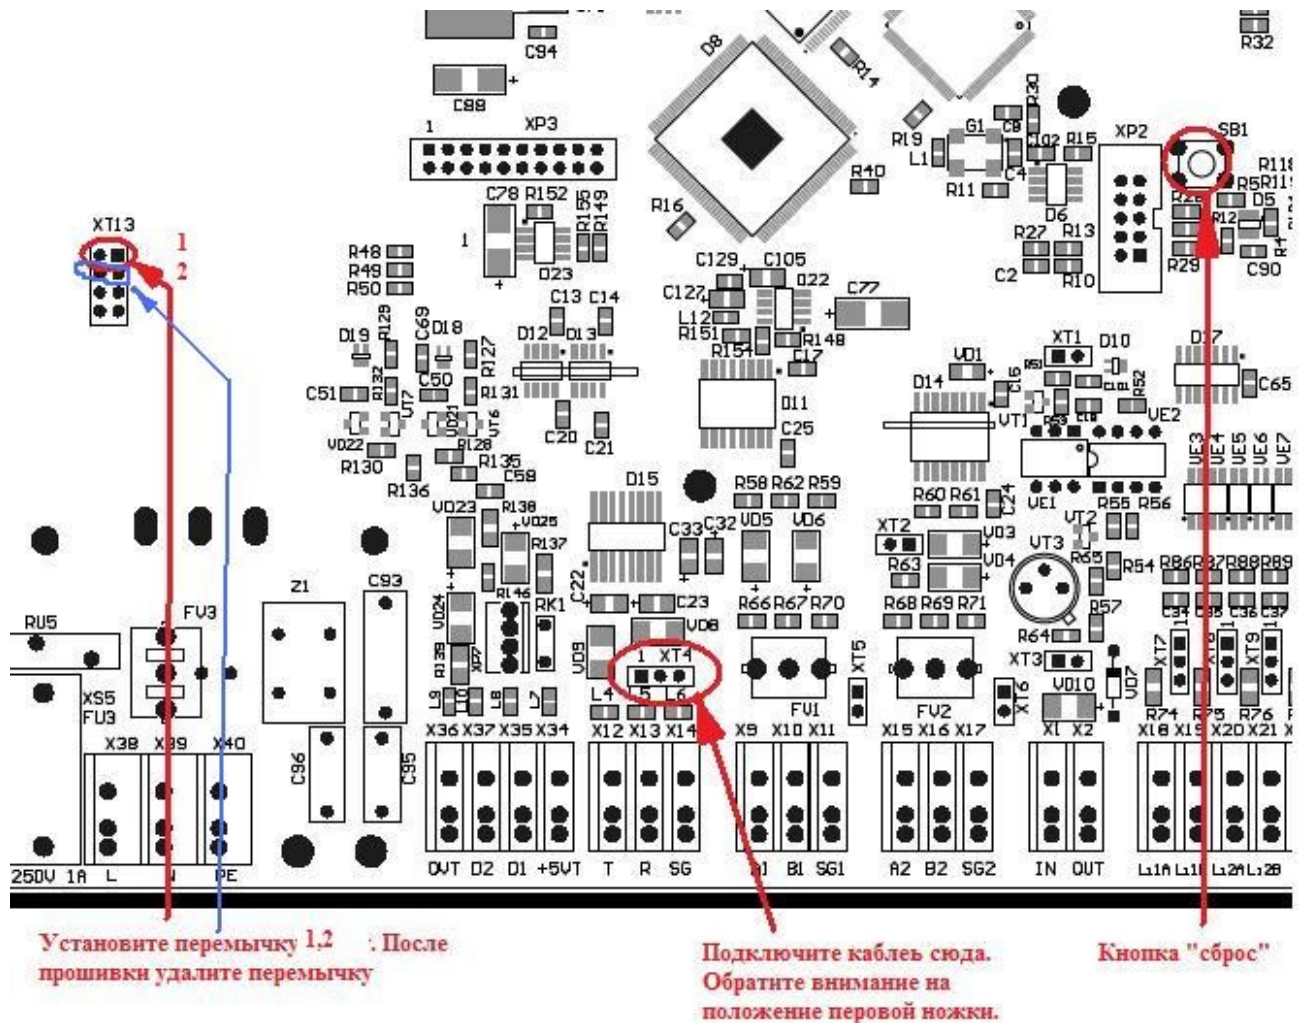

Рис. 58
2. Подключите кабель связи с компьютером в разъем XT4 (см рис.58).
4. Установите две перемычки в XT13 (см рис.58). Верхнюю перемычку и следующую, под ней (следующая под ней - для выключения режима загрузки по GSM.).
6. Нажмите кнопку "Сброс" (см рис.58).
10. По окончании прошивки уберите перемычки XT13, нажмите кнопку "Сброс" (см рис.58).
2. Подключите кабель связи с компьютером в разъем XP5 (см рис.58а).
4. Установите перемычку в XT2 (см рис.58а). Верхнюю перемычку и следующую, под ней(следующая под ней - для выключения режима загрузки по GSM.).
6. Нажмите кнопку "Сброс" (см рис.58а).
10. По окончании прошивки уберите перемычки XT2, нажмите кнопку "Сброс" (см рис.58а).
Рис. 58а